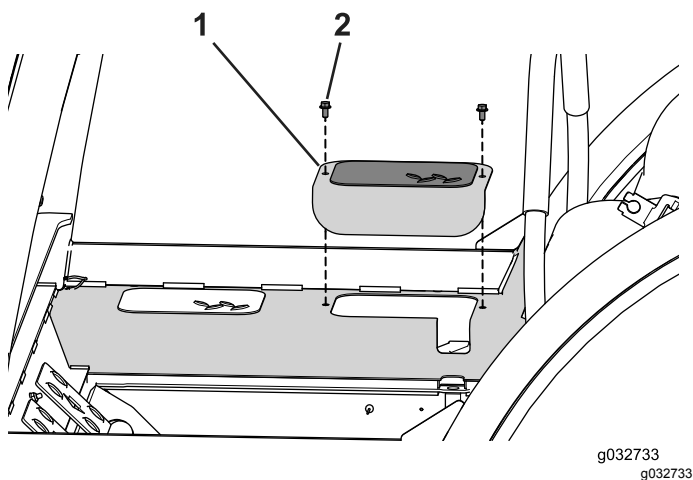

図 112
2. 機体左右それぞれの側でアクセスカバーを固定しているボルト2本を取り外す 図 112。